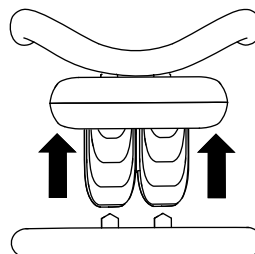

Figura 6
- Para avançar, empurre o controlo de tração para a frente (Figura 6).